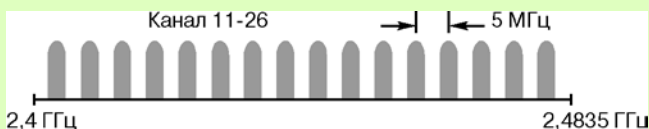

Рис. 1.
- диапазон частот IMS 2,4 ГГц, разделенный на 15 радиоканалов (см. рис. 1);